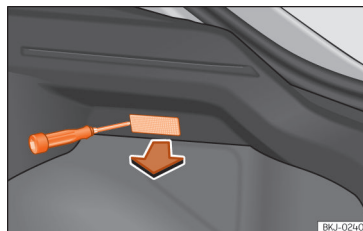

Fig. 176 Luz da bagageira.
- Extraia a tulipa pressionando o rebordo da parte interior da mesma, com a ajuda da parte plana de uma chave de parafusos »» Fig. 176.